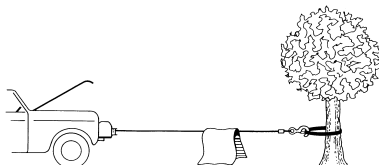

Figure 4
10. Lors de la traction de charges lourdes, il est recommandé de placer une couverture ou une veste lourde sur le câble métallique à proximité du crochet (Fig. 4). En cas de rupture du câble, le tissu amortira la rupture et empêchera que le câble ne fouette. Pour une protection complémentaire, soulevez le capot du véhicule.